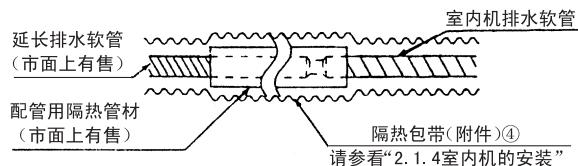

图17
- 要延长排水软管时, 可以用市售的排水延长软管, 室内侧延长部分的排水软管也一定要隔热。(请参看图 17)